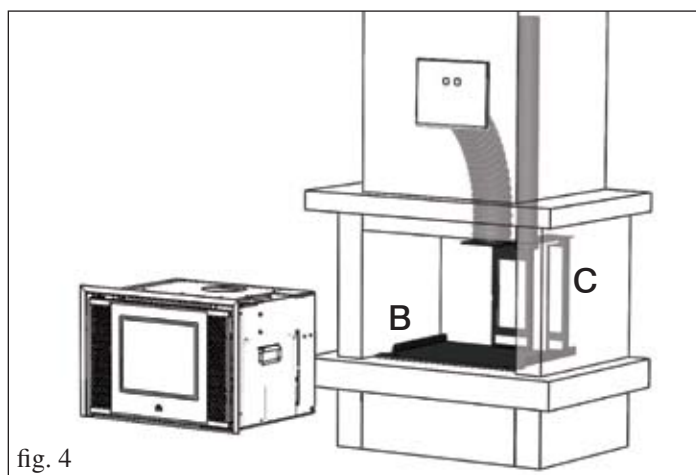

fig. 4
• Installer la plaque d'appui (**B**) du kit dans la position définitive d'INPELLET 49 (fig. 4). Fixer la plaque (**B**) avec les boulons fournis.